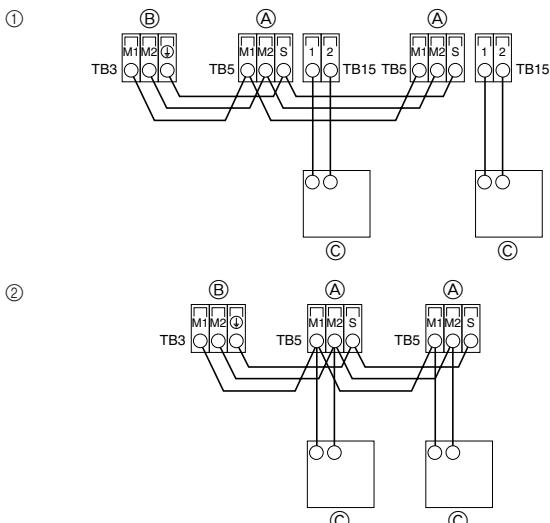

Fig. 4-2
4.2. Uzaktan kumanda ünitesi, iç ve dış iletim kablolarının bağlanması (Fig. 4-2)